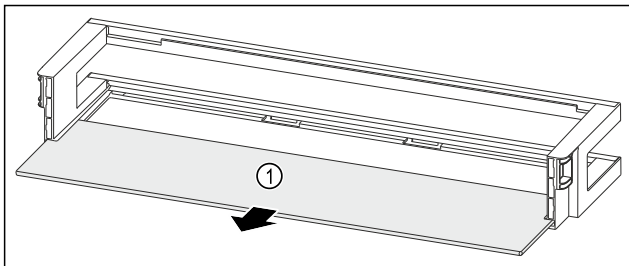

Fig. 80 Balconnet de contre-porte avec tablette de rangement
- Retirer la tablette de rangement Fig. 80 (1).